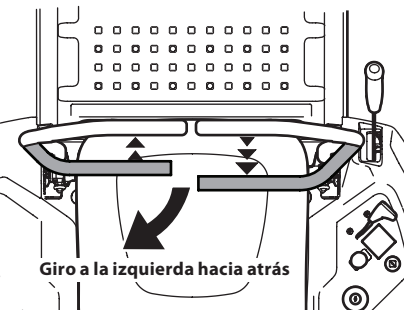

Figura 32
1. Para girar a la izquierda mientras se desplaza marcha atrás, mueva la palanca de control del lado izquierdo hacia adelante respecto de la palanca derecha. Consulte la Figura 32.